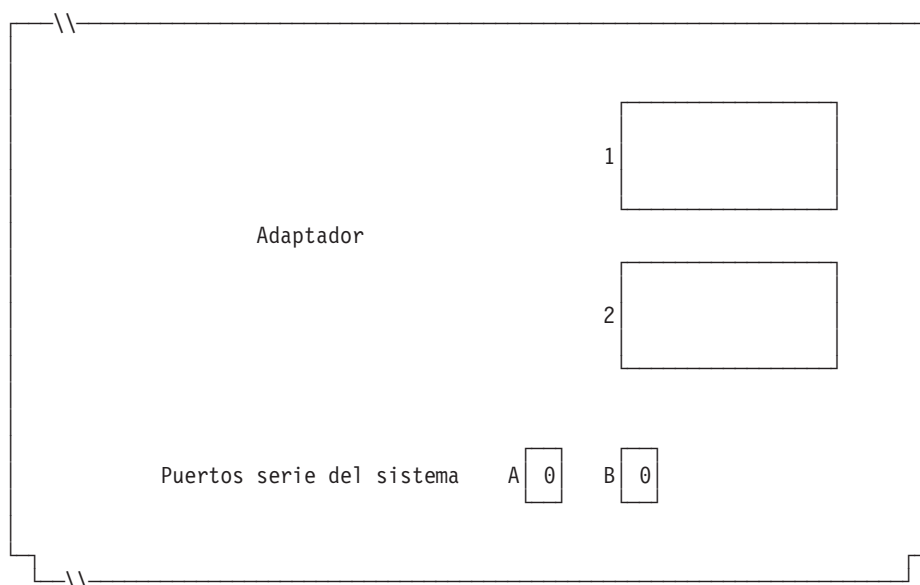

Figura 95. Lado derecho del Terminal de Punto de Venta IBM 4694-2x4 o 4694-245
6. Si las aplicaciones de terminal utilizan un puerto asíncrono, escriba el número de puerto en la Figura 95 en la página 307. Especifique un 0 para los puertos no utilizados por el terminal. Los números de puerto válidos son 1, 2, 3, 4.